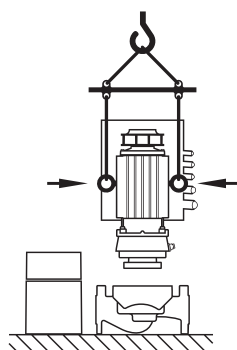

Fig. 25: Transport du kit embrochable
- Si les œillets de transport sont (ont été) montés non pas sur la bride mais sur le carter de moteur, ils ne peuvent être utilisés que pour soutenir ou transporter le kit embrochable (fig. 25) mais pas pour transporter l'ensemble de la pompe et pas non plus pour séparer le kit embrochable du corps de pompe (être attentif lors du démontage préalable et du remontage consécutif de l'écarteur).